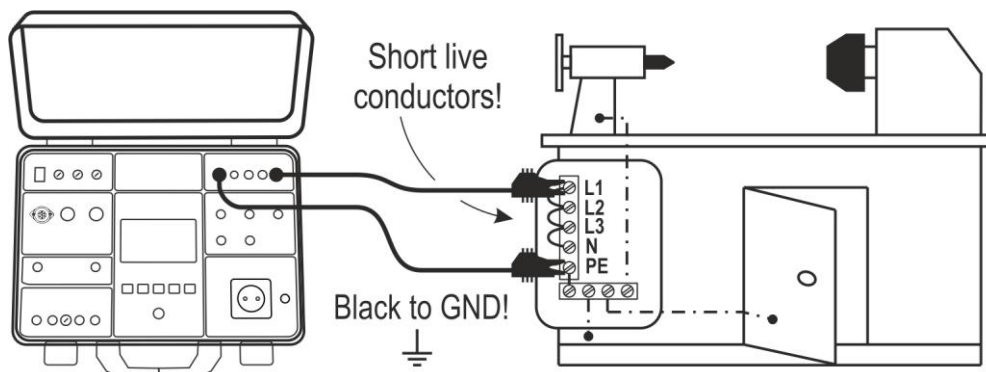

Fig. 39: Conexión de las puntas de prueba por el test DIELECTRIC
8. Inserte los terminales de medición entre los casquillos **COM** y el entrada correspondiente a la tensión de prueba programada y conecte el instrumento como se muestra en la Fig. 39. Siempre conecte el terminal COM a tierra GND si la salida OUT medida está conectada a tierra de lo contrario, cualquier corriente de fuga capacitiva podría descargarse al suelo y perturbar la medida